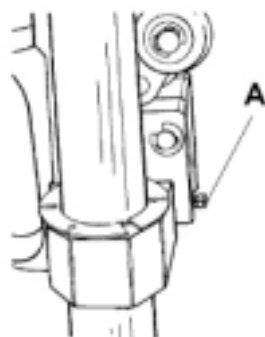
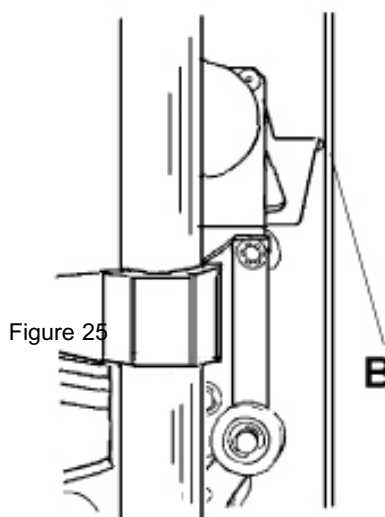

Figure 24
Figure 25
2. La VIS DE RÉGLAGE DU BALANCIER À COULISSE (A) dans la figure 24 détermine la position "au repos" du BALANCIER À COULISSE, c'est-à-dire la position des outils de coupe lorsque l'on n'appuie pas sur le LEVIER DE TAQUET COURT. Réglez la vis de manière à ce que la molette de coupe de verre soit à environ 1/2 mm (0,020 po.) de l'extrusion verticale de la machine. Vous pouvez juger de la distance en regardant du côté droit, Figure 25 (B). La molette ne devrait pas entrer dans le rail mais devrait être suffisamment près pour entrer en contact avec le verre le plus fin devant être coupé. Cette position du BALANCIER À COULISSE devrait également assurer que la lame pour couper les panneaux de montage ou les encadrements entrera dans le rail mais ne touchera pas l'aluminium au fond du rail.